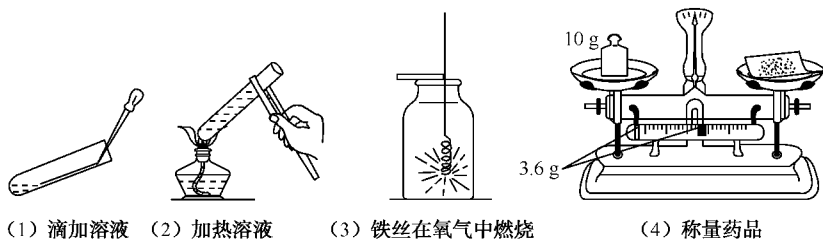

图 1-1-9
10. (2006 · 烟台) 请简要叙述图 1-1-9 所示的实验装置、方法、操作中存在的错误: